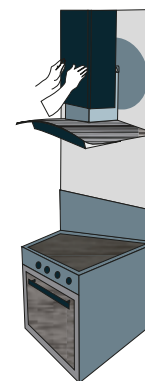
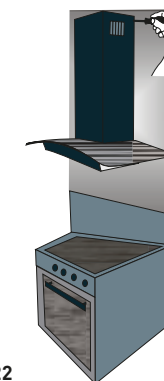

Рис. 21
Рис. 22
9. Поместите внутренний декоративный короб в наружный. Установите наружный короб на корпус вытяжки и закрепите его винтами (Рис. 21). Внутренний короб поднимите вверх до совмещения узлов крепления короба и планки и соедините их винтами (Рис. 22).